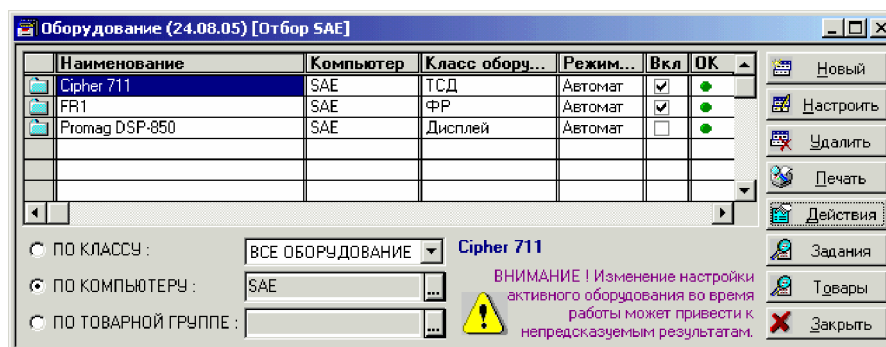

Рис. 2
- 1 Убедитесь в том, что терминал сбора данных вставлен в подставку и включен. Проверьте в справочнике «Оборудование» – стоит ли флажок «Вкл» напротив соответствующего элемента (рис. 2).
- 2 Проверьте в справочнике «Оборудование» – стоит ли флажок «Вкл» напротив соответствующего элемента (рис. 2).